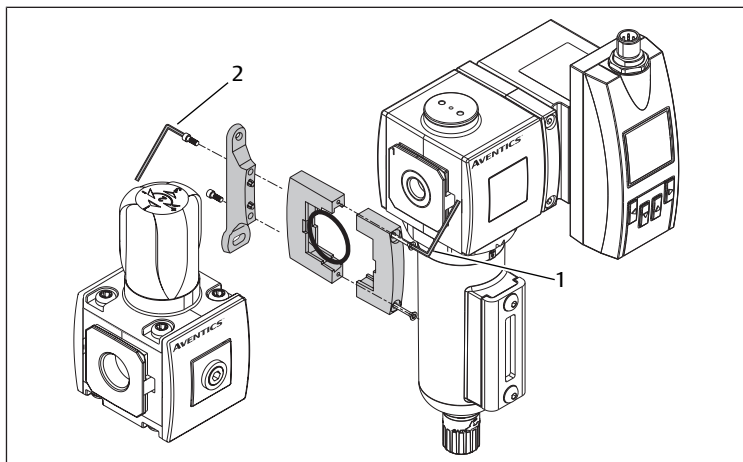

Fig. 7: Montaggio con set per il montaggio in batteria
3. Montare il prodotto con il set per il montaggio in batteria. Vedere → Fig. 7.